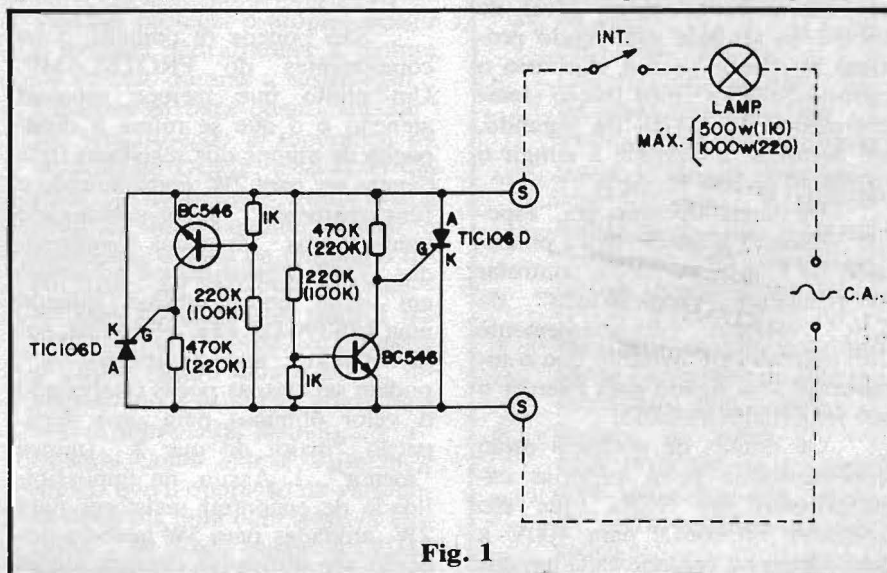
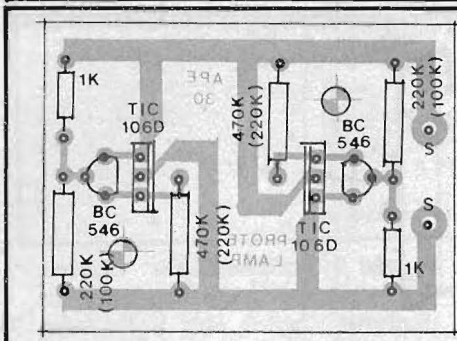

Fig. 1
Fig. 3
A fig. 1 mostra o simples diagrama do circuito do PROTELAMP, em seus dois módulos simétricos e opostos (em polaridade), de modo a promover o controle de acionamento momentâneo da lâmpada em ambos os ciclos da C.A. Cada um dos módulos é formado por um SCR (Retificador Controlado de Silício), componentes de "mão única", capaz, portanto, de determinar o chaveamento da lâmpada em apenas um dos semiciclos da C.A. (já que os ditos SCRs encontram-se, no circuito, opostamente polarizados...).
- Tanto no "esquema" (fig. 1) quanto no "chapeado" (fig. 3), os valores estão originalmente dimensionados para rede de **220V**. Se o PROTELAMP destinar-se ao
A montagem propriamente tem seu "chapeado" na fig. 3, com